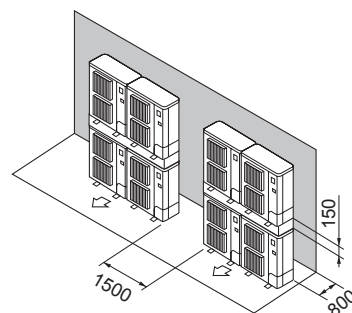

Fig. 2-18
- ⑦ Postavljanje jedinica jednu iznad druge (Fig. 2-18)